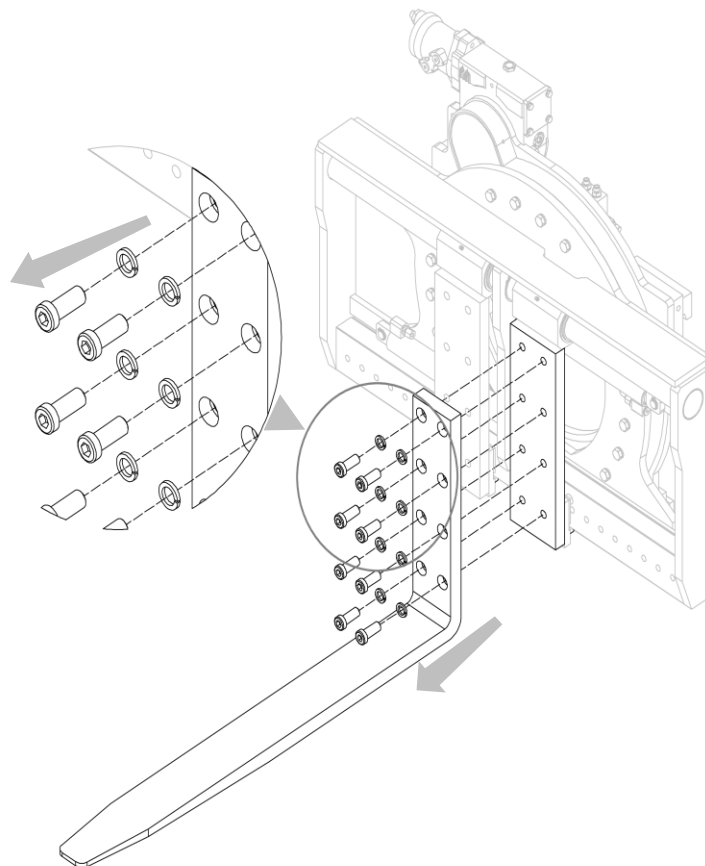

Abbildung 29
2. Bauen Sie die Gabelzinken ab, nachdem Sie die Schrauben, mit denen sie verschraubt sind, herausgedreht haben (siehe *Abbildung 29*).